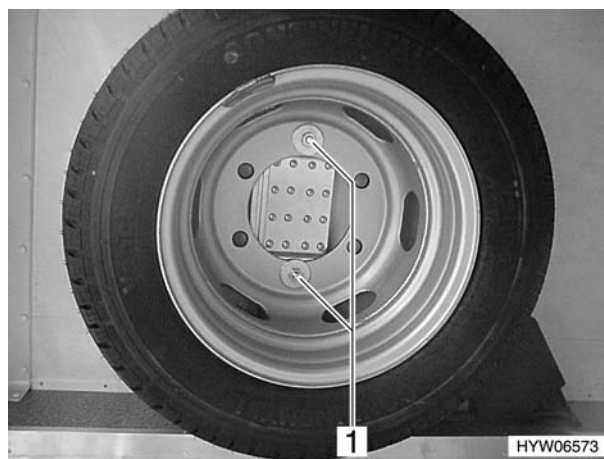

Fig. 217 Ruota di scorta nel gavone di coda (variante 2)
- Svitare i due bulloni (Fig. 217,1) con una chiave per dadi di fissaggio ruota.